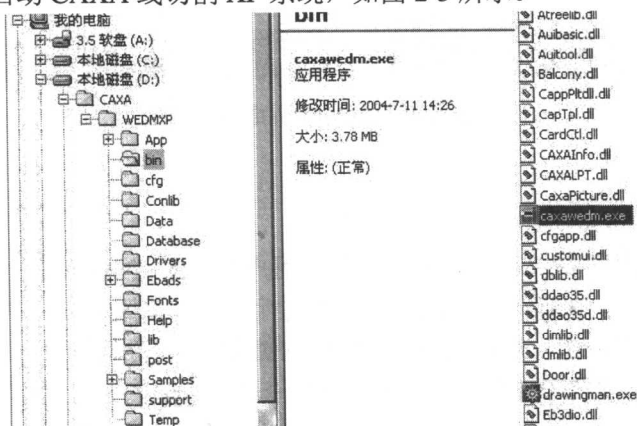

图 2-3 通过资源管理器运行
(3) 通过资源管理器运行。在安装路径目录下的 bin 文件夹中的 caxawedm.exe 文件,双击运行即可启动 CAXA 线切割 XP 系统,如图 2-3 所示。